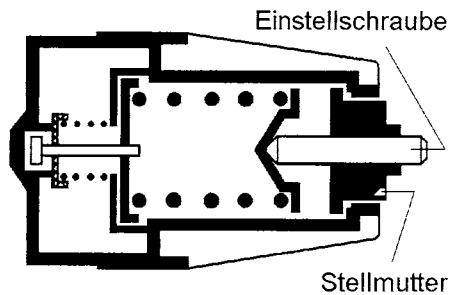

Abb. 3
Hinweis: Bei Nichterreichen des Abschalt-Druckes p_2 ist der Druck an der Einstellschraube zu korrigieren, dabei ist die Stellmutter mit einem Maul-Ringschlüssel gegen ein Verdrehen zu sichern (siehe Abb. 3).
- 3.4 Den Anschluß 1 der Abwandlung entsprechend bis 2 bar über den Abschalt- druck p2 aus der Tabelle belüften. Den Absperrhahn 7 öffnen. Bei einem der Abwandlung entsprechenden Abschalt- druck p2 am Manometer 7 muß an der Entlüftung Luft austreten. Nach einem der Abwandlung entsprechenden Druckabfall (Schaltspanne p3 aus der Tabelle) endet der Luftaustritt an der Entlüftung. Wird die Schaltspanne p3 nicht erreicht, so ist sie mit der Stellschraube zu korrigieren (siehe Abb. 3). Diesen Prüfpunkt mehrmals wiederholen. Den Anschluß 1 entlüften und den Absperrhahn 7 schließen.